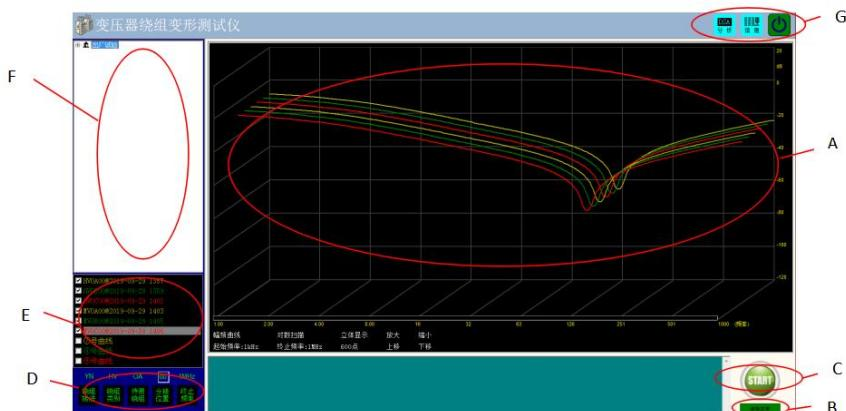

图 9 软件主界面
2) 启动过程完成后，进入标题为“变压器绕组变形测试仪”的主程序界面。（点击屏幕左上角的小图标，便可切换至桌面。测试过程中请不要点击。）如图 9 所示。